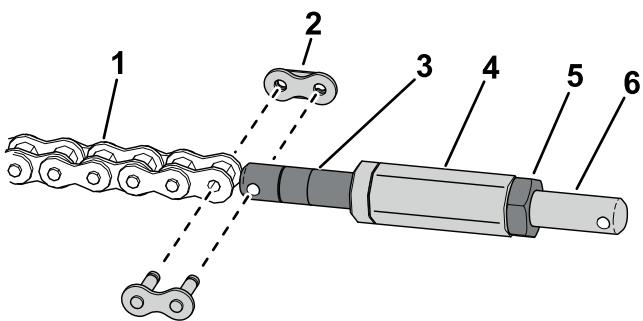

**Figura 12**
4. Utilice un pasador indicador y un tornillo de cabeza hexagonal para fijar el tope de la rueda en el conjunto de la rampa (Figura 12).